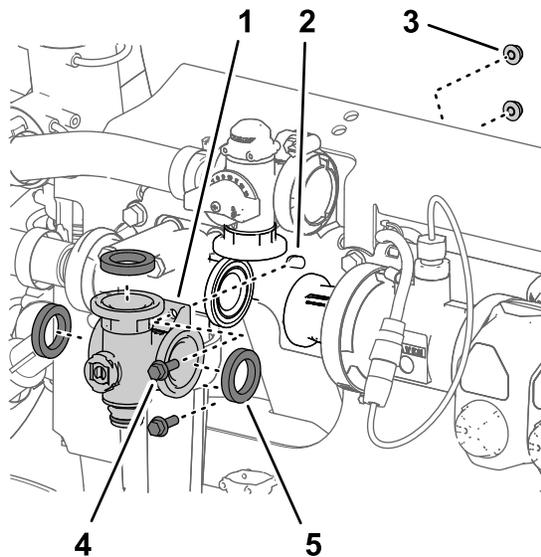

图 124
- 松开将搅拌阀歧管固定至阀支架的 2 个凸缘头螺栓 $\frac{1}{4} \times \frac{3}{4}$ 英寸和 2 个凸缘锁紧螺母 $\frac{1}{4}$ 英寸图 124。
- 从机器上卸下搅拌阀歧管和垫片图 124。